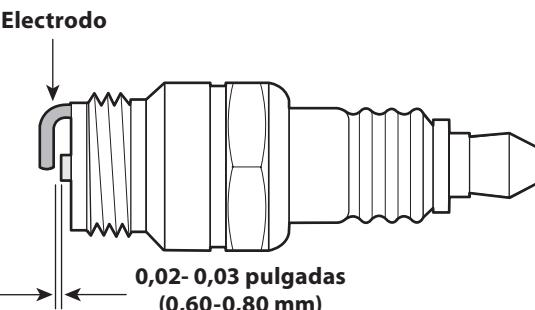

Figura 14
- Mida la separación de bujía con un calibrador. Corrija de ser necesario torciendo el electrodo lateral. Vea la Figura 14. La separación debe establecerse entre 0,02 y 0,03 pulgadas (0,60-0,80 mm).